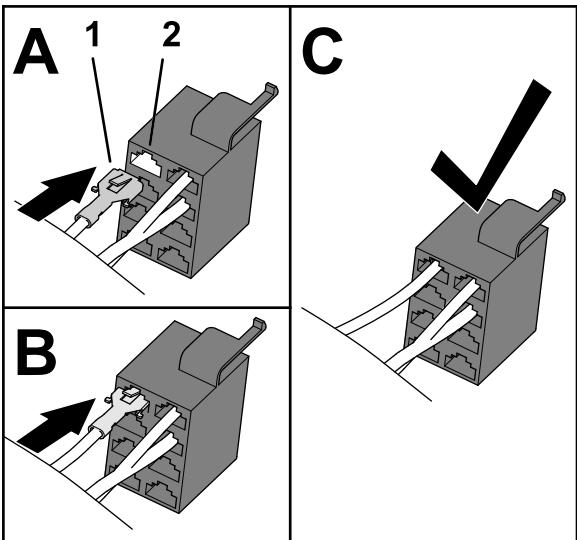

**Bild 29**
- Flachten Sie das Buchsenterminal am Ende des 108-cm-Zweigs des Kitkabelbaums, der mit ZU HEAD LIGHT SWITCH PIN 1 beschriftet ist, mit der Rückseite des 8-Buchsen-Steckers für den Scheinwerferschalter aus (Bild 29).